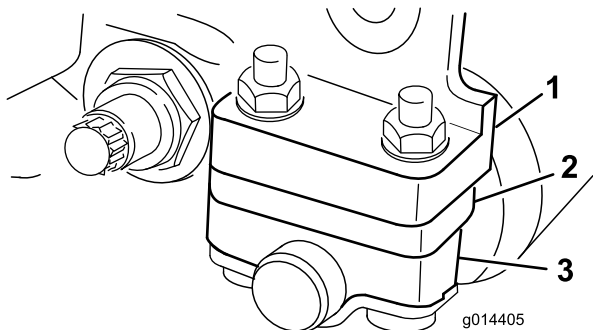

Рисунок 8
1. Отрегулируйте кронштейны заднего валика на необходимый диапазон высоты скашивания путем установки необходимого количества проставок под монтажный фланец боковой пластины (Рисунок 8) в соответствии с Таблицы выбора высоты скашивания и неподвижного ножа (страница 13).